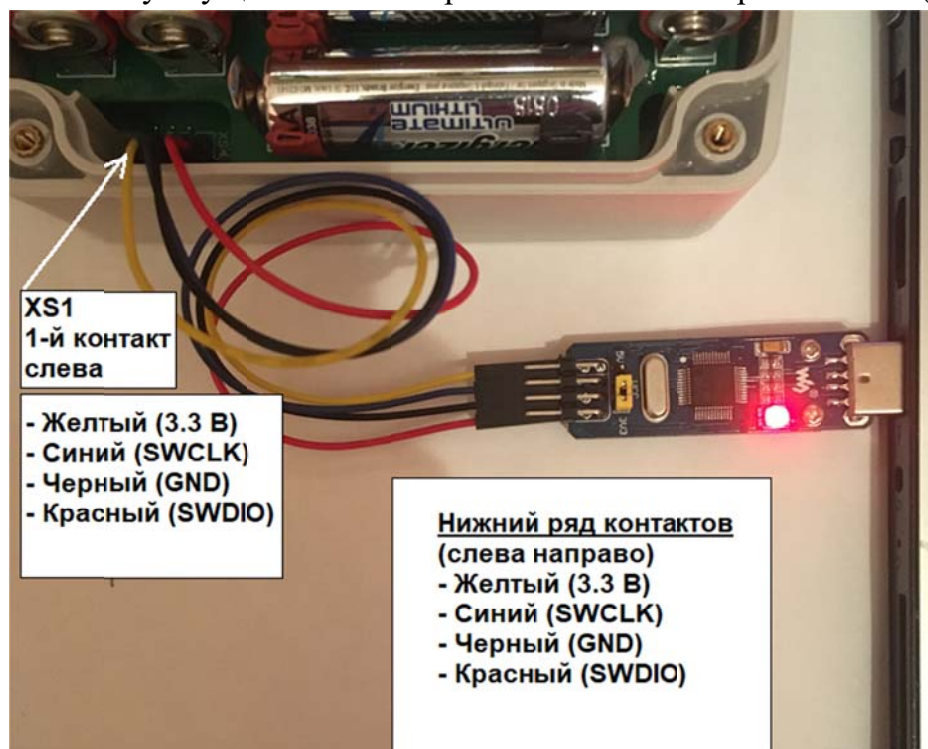
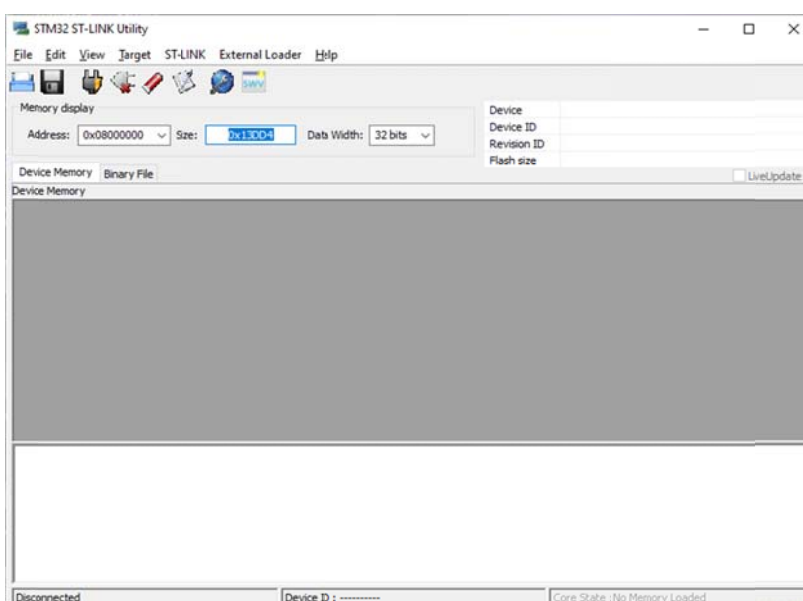

Рис. 2
Рис. 3
3. Подключение к маяку осуществляется через 4-х контактный разъем XS1 (рис. 2)
Далее в компьютер втыкается программатор ST-LINK v2, происходит автоматическое опознавание устройства и настройка драйверов. При успешной установке драйверов на программаторе должен загореться синий светодиод. Далее при выключенном маяке необходимо соединить программатор и маяк через порт XS1 согласно рис. 2. Далее запустить утилиту STM32 ST-LINK (рис. 3)